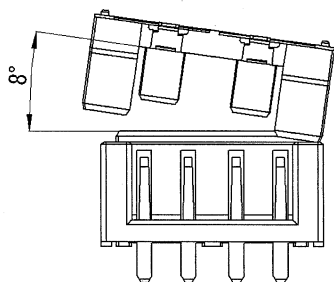
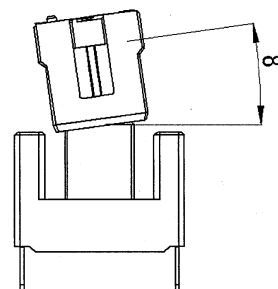

図1 / Fig.1
図2 / Fig.2
- ・誘い込み時の角度は図1~図2になりますので、記載角度以下で位置決めをして下さい。
Figure 1 and 2 show guiding angle. Please locate it below the described angle.